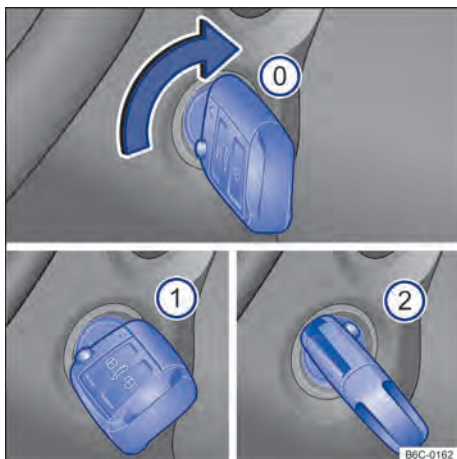

Fig. 85 Ao lado do volante, à direita: posições da chave do veículo no cilindro da ignição.
Posições da chave do veículo → Fig. 85
- ❶ Ignição desligada. A chave do veículo pode ser retirada.
- ❶ Ignição ligada.
- ❷ Pisar no pedal do freio e ligar o motor. Quando o motor pegar, soltar a chave da ignição. Ao soltar, a chave do veículo retorna à posição → Fig. 85 ❶.
- Girar a chave do veículo na posição → Fig. 85 ①. A ignição está ligada.
- Girar a chave do veículo no cilindro da ignição para a posição → Fig. 85 ② – não acelerar. Quando o motor começar a funcionar, soltar a chave do veículo no cilindro da ignição.
- *Veículos com cilindro da ignição*: girar a chave do veículo no cilindro da ignição na posição → Fig. 85 .